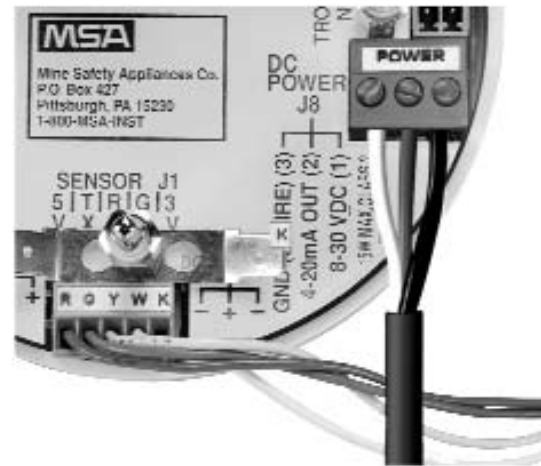

Figure 2
3. Connectez le fil d'alimentation de 8 à 30 volts CC à la borne J8-1 (FIGURE 2).